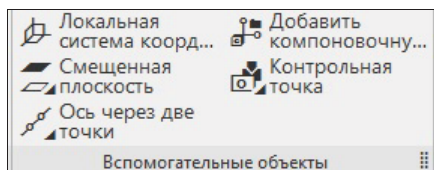

Рис. 25.9. Панель инструментов
- ◆ Панель инструментов **Вспомогательные объекты** (рис. 25.9) — содержит команды вспомогательной геометрии;